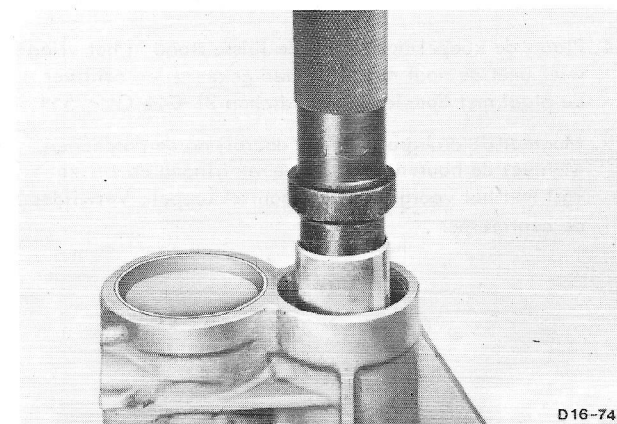

Fig.163 Lagerbus met speciaal gereedschap in startstuk monteren.
4. Monteer een nieuwe lagerbus met Speciaal Gereedschap 16-012/P-7150 of G3-7041-B in het startstuk (fig.163).